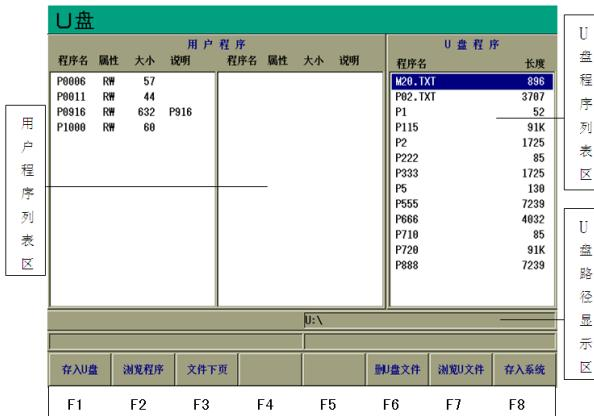

图 3.5 U 盘管理
- (1) 打开 U 盘防护盖，插入 U 盘；
- (2) 按【U 盘】键，进入 U 盘管理界面；如图 3.5 所示：